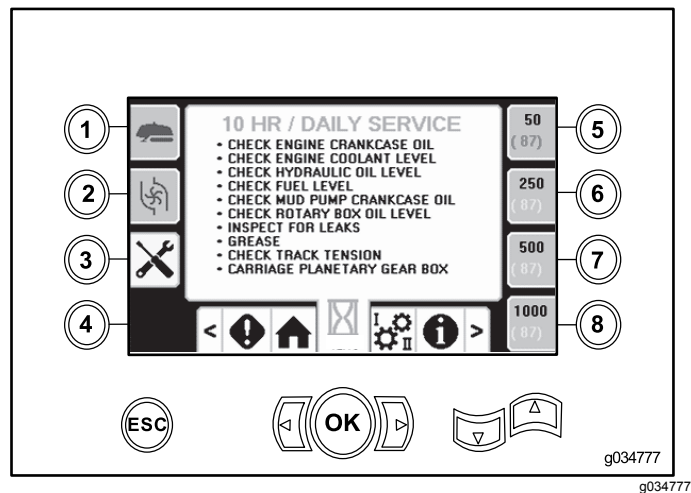

Figure 43
- Bouton 3 – à 10 heures/journalier (Figure 43)